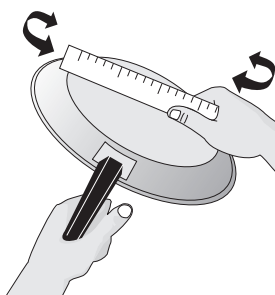
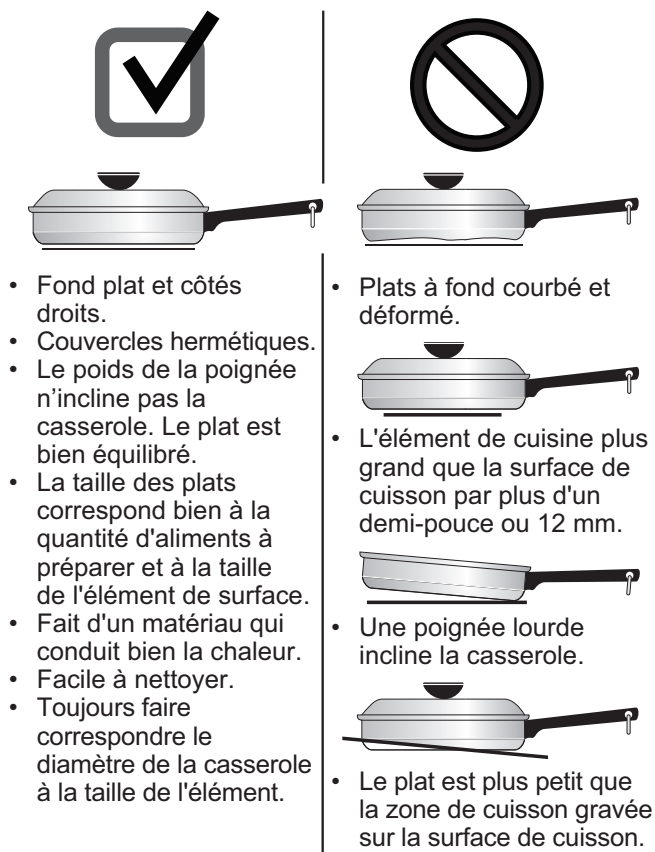

Figure 1 : Mise à l'essai des ustensiles de cuisine
Figure 2 : Ustensiles de cuisine appropriés
La taille et le type d'ustensiles de cuisine utilisés auront une influence sur la température nécessaire pour obtenir de meilleurs résultats de cuisson. Veiller à suivre les recommandations pour l'utilisation des ustensiles de cuisine comme illustré dans Figure 1 et Figure 2.
Vérifier sa planéité en faisant tourner une règle sur le fond de la casserole (voir Figure 1). Les ustensiles de cuisine doivent avoir des fonds plats qui sont bien en contact avec toute la surface de l'élément de chauffage (voir Figure 2).
2. Pousser et tourner le bouton de commande de surface dans un sens ou dans l'autre (Figure 1) pour obtenir la valeur souhaitée (reportez-vous au « Réglages suggérés pour l'élément de surface à rayonnement » au Tableau 1).
Démarrer la majorité des cuissons sur un réglage élevé, puis revenir ensuite à un réglage plus bas pour terminer. Les boutons de commande de surface n'ont pas à être réglés exactement sur un point particulier. Utiliser les tableaux graphiques fournis à titre de guide et régler le bouton de commande selon les besoins (voir Figure 1).